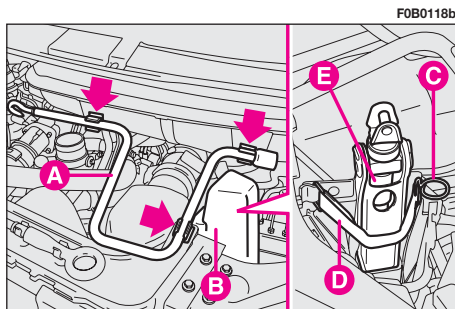

fig. 3
5) Prélever la manivelle d'actionnement **A**-fig. 3.